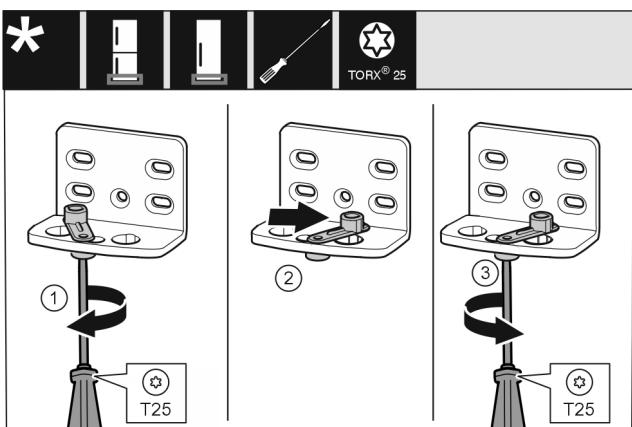

Fig. 14
- Lironi plotësisht vidën me një kaçavidë T25. Fig. 14 (1)
- Ngrini lart ndihmën e mbylljes së derës dhe rrrotullojeni brenda vrimës me  $90^\circ$  nga e djaththa. Fig. 14 (2)
- Mbértheni fort vidën me kaçavidën T25. Fig. 14 (3)